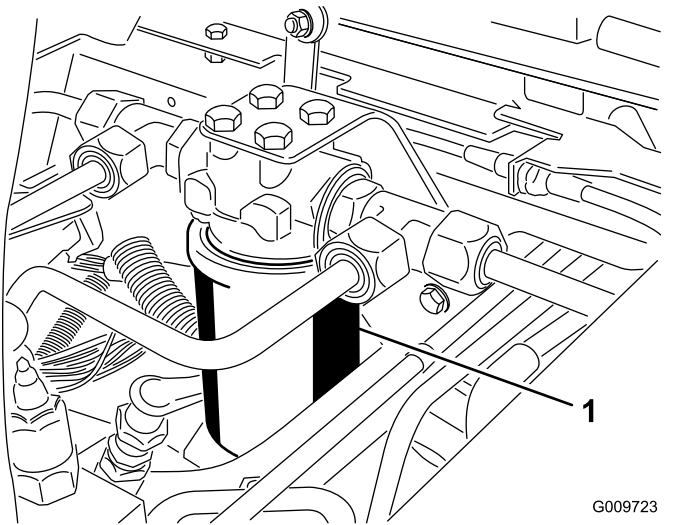
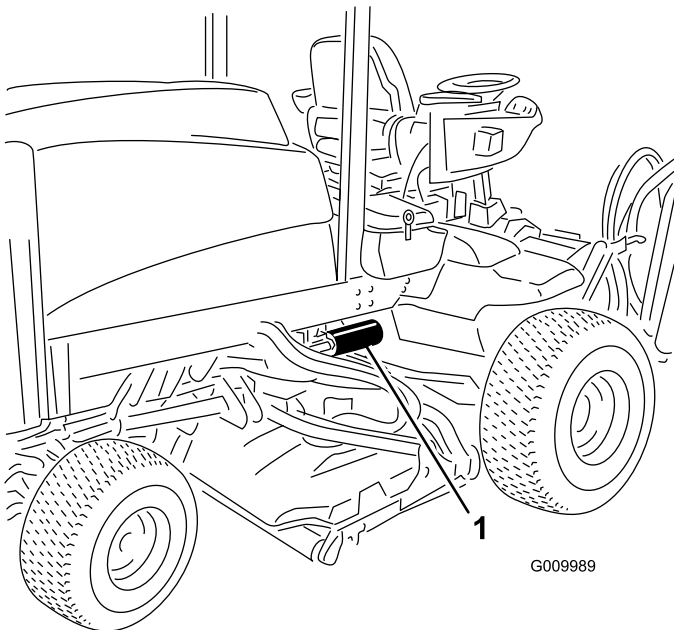

図 76
図 77
2. フィルタ容器の周辺をウェスできれいにぬぐう。フィルタ 図 76 と 図 77 の取り付け部周辺をきれいにふき、下に廃油受けを用意し、フィルタを外す。